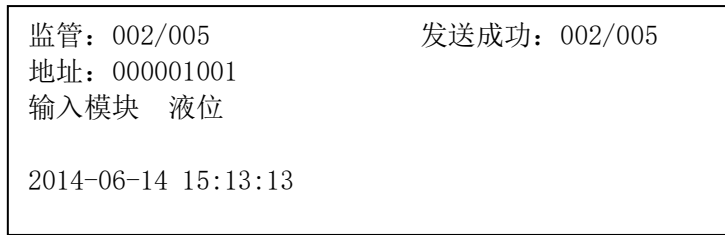

图5-18
- ◆ 按“功能”键进入选项菜单，按【↑】【↓】键进入查询菜单，按‘5’进入监管查询界面（图5-18）。